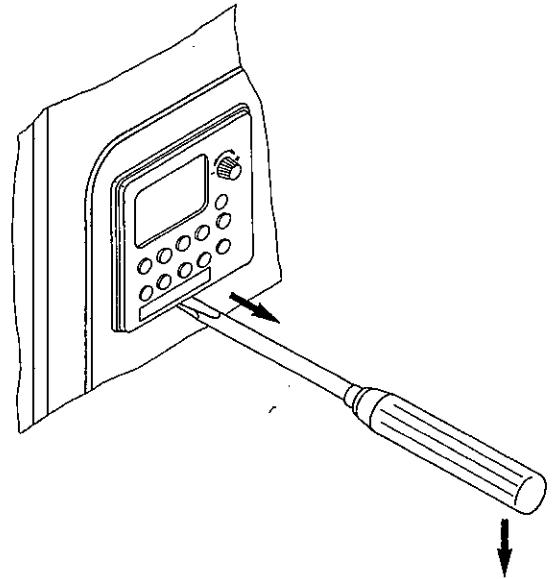

Abb. 66
3. Schaltuhr mit einem kleinen Schraubendreher nach vorn ausrasten (an der entsprechenden Aussparung unterhalb der Schaltuhr), und Schaltuhr herausziehen (Abb. 66).